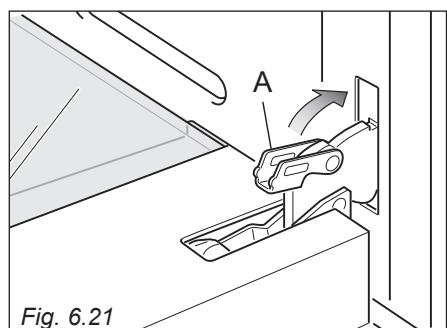

Fig. 6.21
4. Fermer le levier "A" sur les charnières gauche et droite (fig. 6.21).